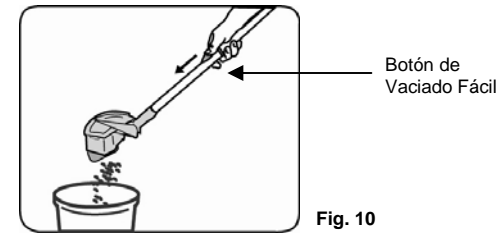

Fig. 10
2. Levante el recipiente de la tierra, que está conectado al mango. Sosténgalo sobre un cesto de basura y presione el botón para vaciarlo ubicado en el mango. (Fig. 10)